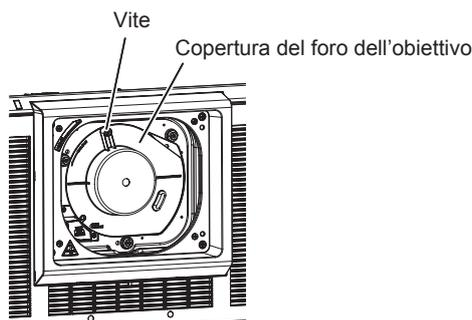

Fig. 1
- 1) **Allentare la vite che fissa la copertura del foro dell'obiettivo. (Fig. 1)**